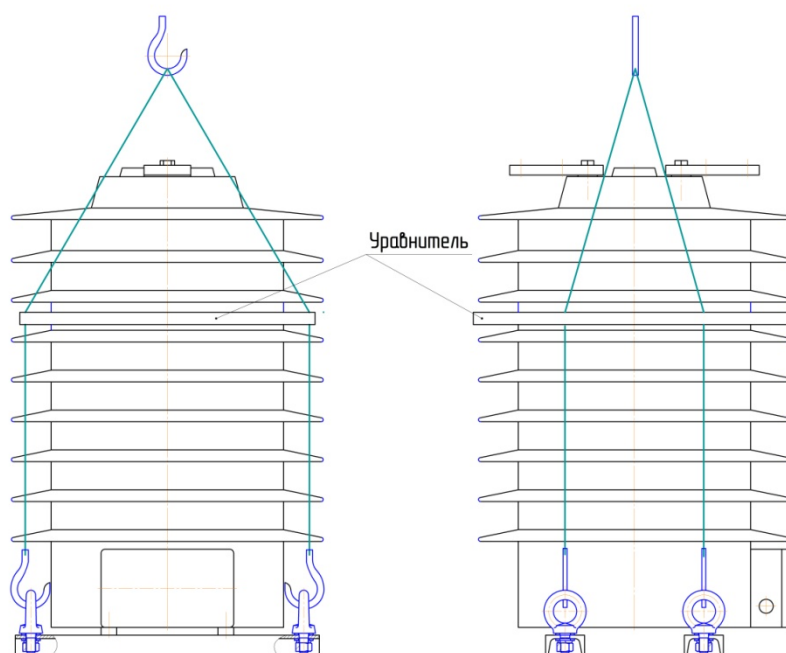

Рис. 2
8.5. При проведении такелажных работ по схеме строповки без упаковки (рис.2), стропы должны иметь резиновую или иную мягкую оболочку, не повреждающую поверхность трансформаторов, а также, обязательным требованием является наличие на стропах уравнивателя, исключающего опрокидывание трансформатора.